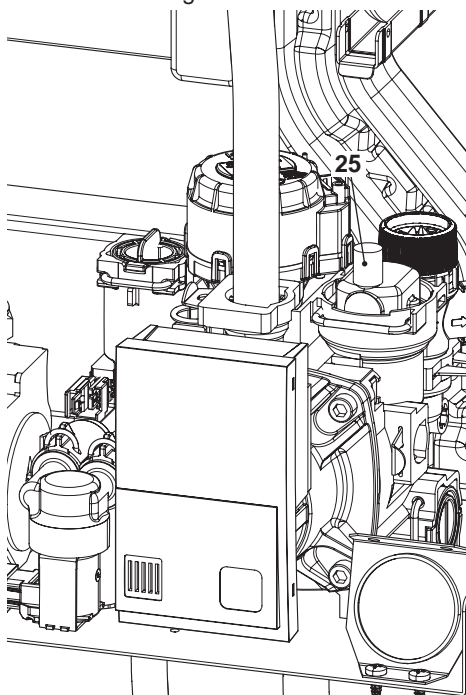

Figura 6.3
- Svitare il tappo della valvola di sfiato automatica 25 in Figura 6.3.